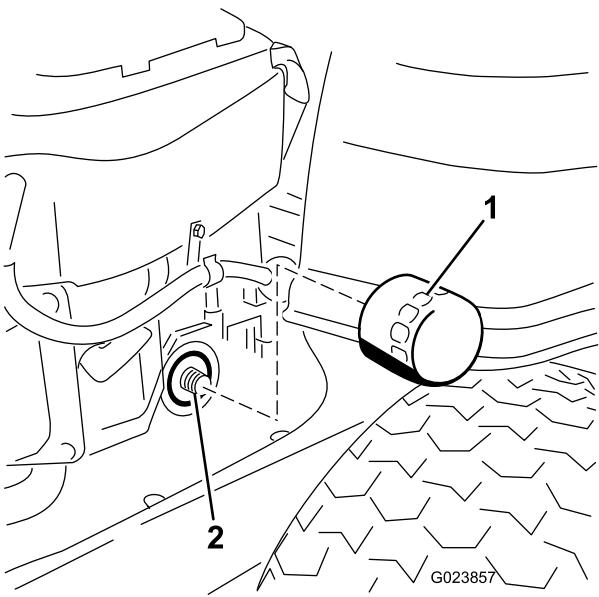

Figura 31
- Localice el filtro de aceite situado en el lado derecho del motor. Retire el filtro usado y límpie con un paño limpio el adaptador del filtro (Figura 31).
11. Instale el filtro de aceite nuevo en el adaptador. Gire el filtro de aceite en el sentido de las agujas del reloj hasta que la junta de goma entre en contacto con el adaptador, luego apriete el filtro de $\frac{3}{4}$ a una vuelta más (Figura 31). Limpie cualquier exceso de aceite del bastidor.